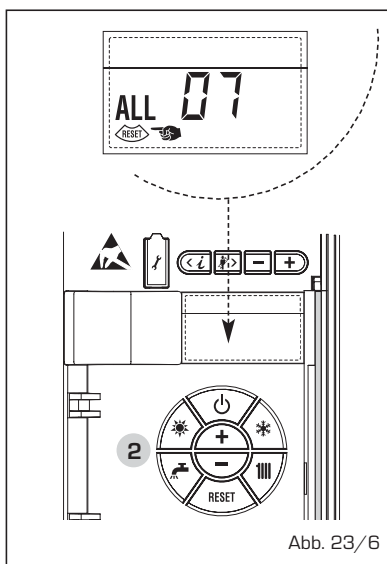

Abb. 23/6
– STÖRUNG STREUFLAMME "ALL 08" (Abb. 23/7)